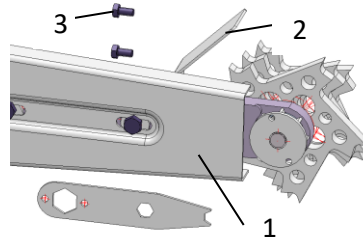

Fig. 4 : Montage de la tôle de protection
- > Montez la tôle de protection sur le guide-chaîne (**1** - Fig. 4).
- > La fraiseuse rainureuse a une deuxième tôle de protection (**2** - Fig. 4). Celle-ci est vissée au carter à l'aide de deux vis hexagonales (**3** - Fig. 4).